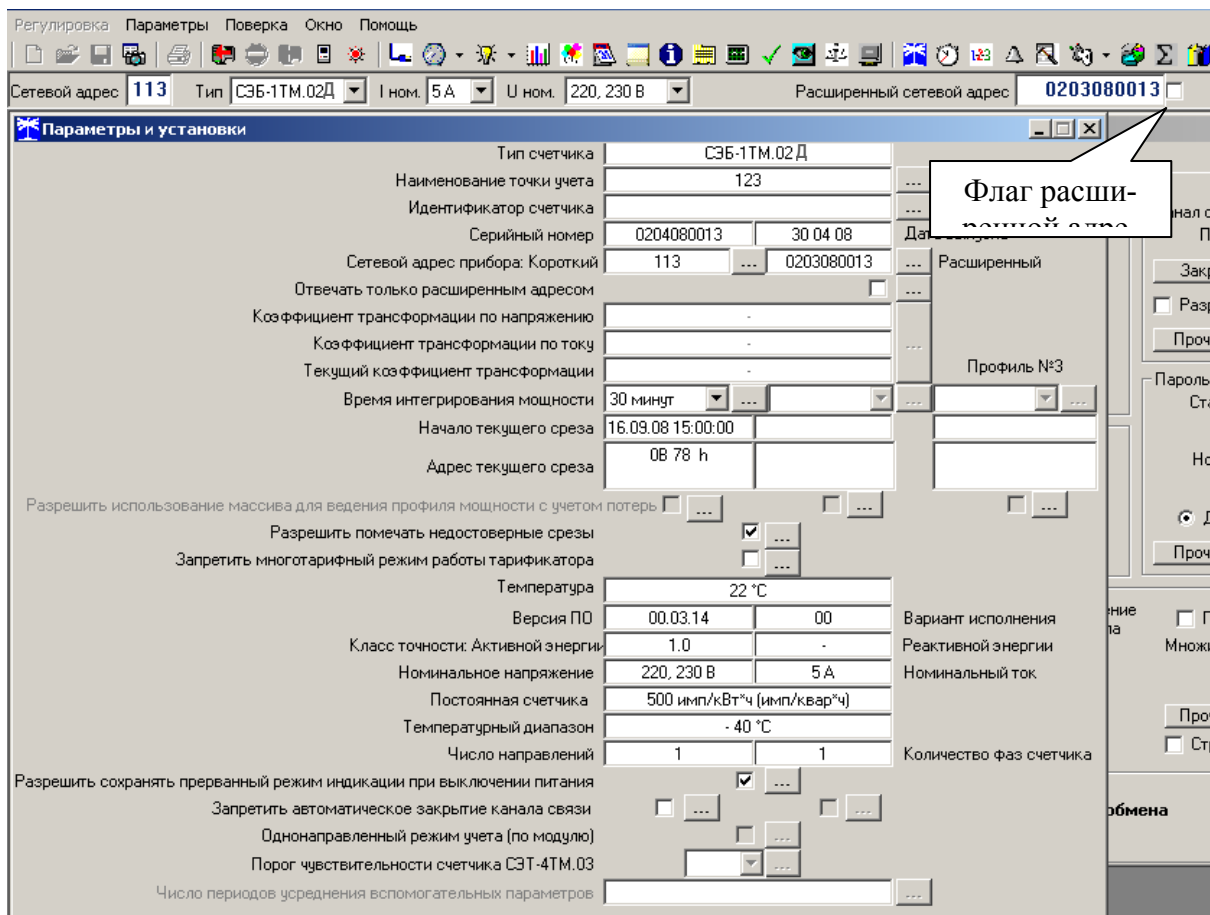

Рисунок 2 – Форма «Параметры и установки»
8.2 Для изменения адреса, нужно в соответствующее окно «Сетевой адрес» «Короткий», «Расширенный» формы «Параметры и установки» (рисунок 2) вписать требуемое значение и нажать кнопку «Записать», справа от окна. После успешной записи новый адрес автоматически переписывается в соответствующие окна «Сетевой адрес», «Расширенный сетевой адрес» генеральной формы программы для дальнейшей адресной работы со счетчиком.
8.7 Счетчик в ответ на запрос с коротким адресом отвечает коротким адресом, а на запрос с расширенным адресом, отвечает расширенным адресом. Для настройки конфигурирования на работу с расширенным адресом необходимо установить флаг рядом с окном «Расширенный сетевой адрес» генеральной формы программы (рисунок 2) или снять этот флажок для работы с коротким адресом.
4), по которой будет вестись учет. Если в счетчик уже введено тарифное расписание, а требуется вести учет по одному тарифу, то достаточно установить программируемый флаг «Запретить многотарифный режим работы тарификатора» на форме параметры и установки (рисунок 2). При этом учет будет вестись по тарифу 1.